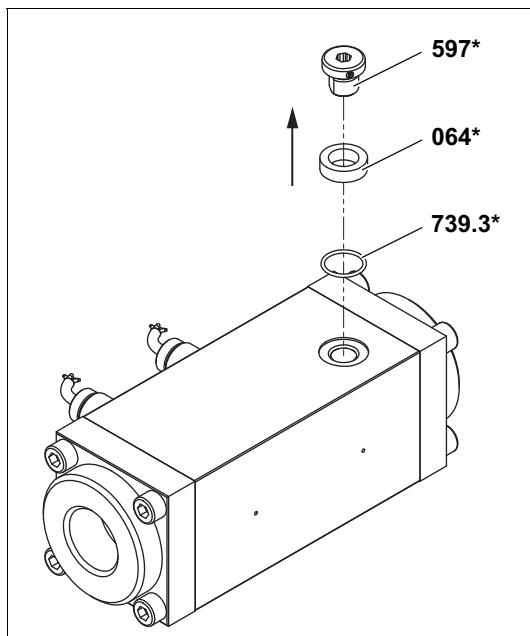

Fig. 1 Retirer la vis de fermeture
1. Enlever la vis de fermeture **597***, voir Fig. 1, page 12.